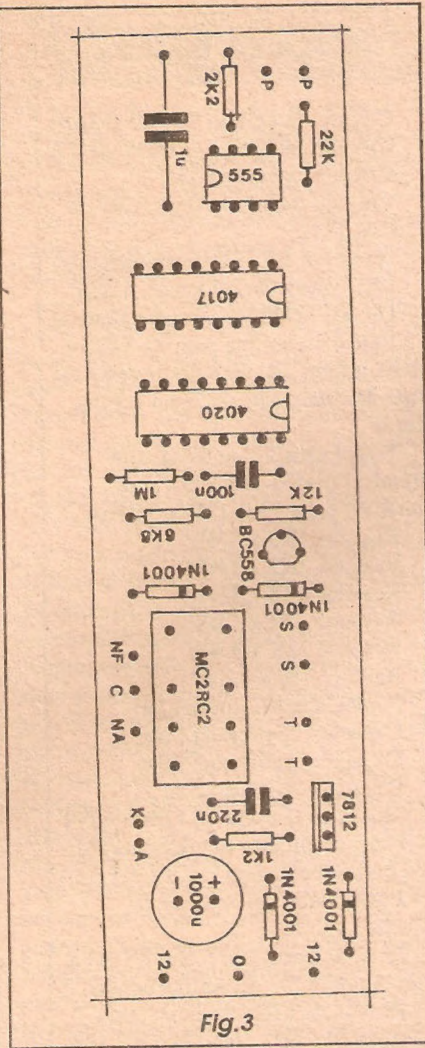

Fig. 3
- FIG. 3 - CHAPEADO DA MONTAGEM -